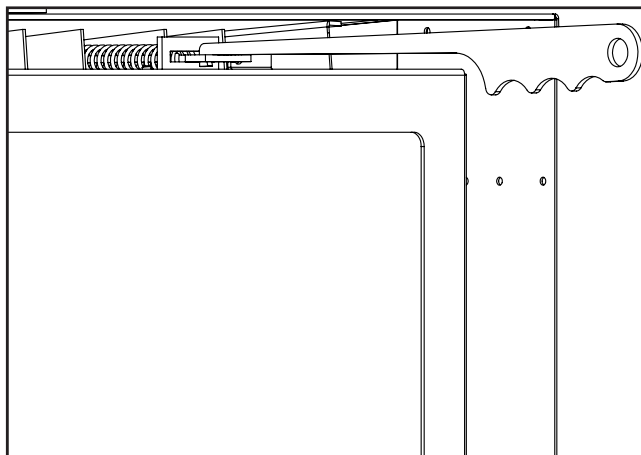
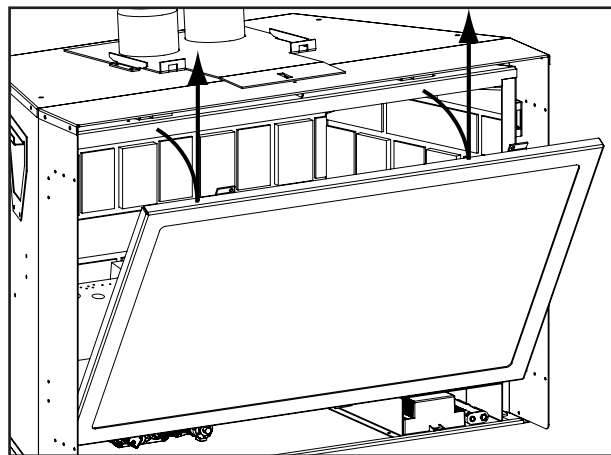

Figure 19: dégageant de porte
Figure 20: enlèvement de porte
Émetteur : La durée de vie des piles de la télécommande dépend de divers facteurs : la qualité des batteries utilisées, le nombre d'allumages de l'appareil, le nombre de modifications à la température etc. Lorsque l'émetteur les piles sont faibles, une icône de batterie s'affiche sur l'écran de l'émetteur (voir la Figure 19) avant que tous les l'alimentation de la batterie est perdue. Lorsque les piles sont remplacées cette icône disparaît.
Enlever la porte vitrée en plaçant l'extrémité recourbée de l'outil de déverrouillage de la porte dans le trou sur le mécanisme de verrouillage de porte (voir figure 19) et en tirant le loquet puis vers le haut. Lorsque les deux (2) loquets ont été libérés, inclinez le bas de la porte avant, puis soulevez-le pour décrocher les pattes porte, en haut (voir figure 20). Remonter dans l'ordre inverse.